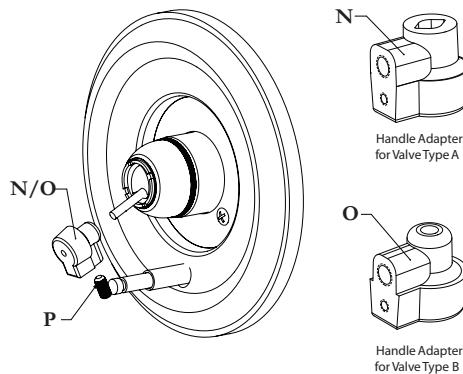

FIGURE 8
### Handle Adapter for Valve Types A or Type B Figure 8
2. Partially thread set screw (P) in to handle adapter (N/O) that fits on the valve stem (Fig. 8).
- Enrosque parcialmente el tornillo (P) en el adaptador de la manija (N/O) que se ajusta sobre el tubo de la válvula (Fig. 8).
- Deslice el adaptador de la manija sobre el tubo de la válvula, asegurándose que el tubo de la válvula esté plenamente asentado en el adaptador. Alinee el adaptador de la manija, donde el conjunto de tornillos (P) apuntan hacia abajo. Asegure el tornillo (P) a la válvula.